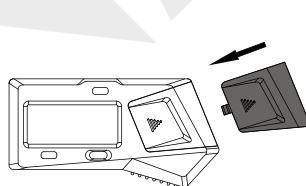

Abb.3
- Schließen Sie die Batterieabdeckung (Abb.3)